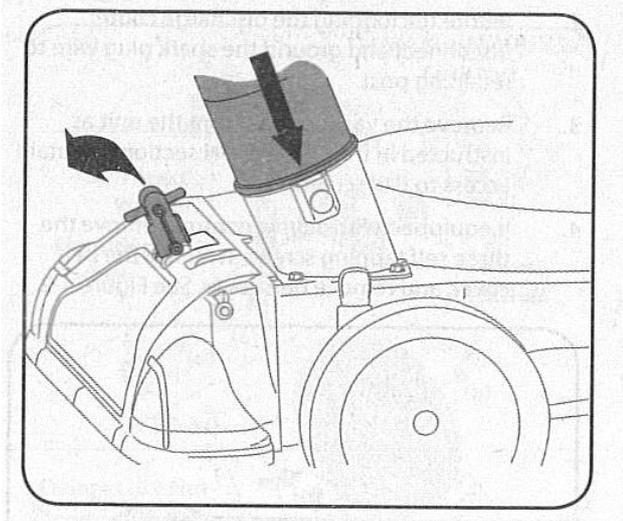

図.7-5
- ノズルの上に付いているノズル/ホース切換レバーを上引っ張りながら、正面から見て手前に倒し、吸引口をホースアッセブリの方向にします。(図.7-5)
- ホースの差し込んであるベースアダプターのバネ付きのピンをホースアダプターの上の穴に合わせます。ホースアダプターをベースアダプターに深く差し込む際に、先端でバネ付きの鉄板を押し込む必要があり、この鉄板を押し込んで開くことでホースの吸引ができます。(図.7-5)